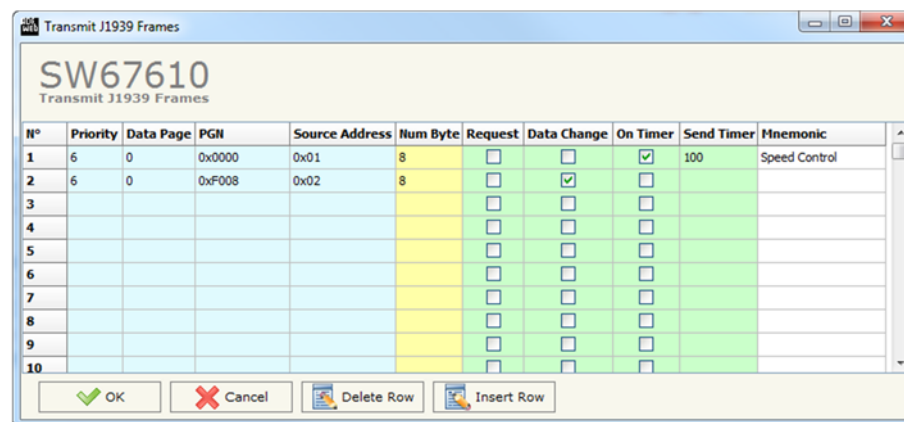

Abb. 9: Transmit J1939 Frames
- Wählen Sie aus, welche Operationen Sie durchführen wollen (Abb. 9).